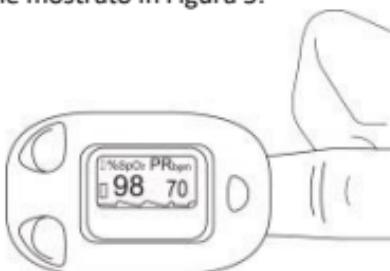

Figura 5 Finger Position
- 2) Aprire la clip come mostrato in Figura 5.